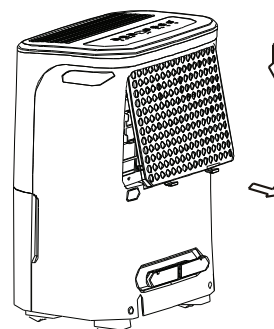

Fig. 8
- Ridicați grilajul de pe filtru apoi scoateți-l așa cum se indică în Fig. 8.